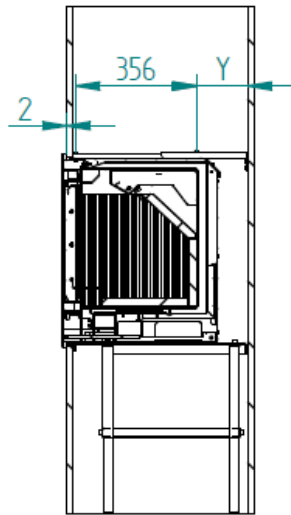

Figura 16 – Distância mínima do aro á face do pladur ou alvenaria
14. Por fim poderá colocar a porta e o aro no equipamento, o aro deverá ter uma folga relativamente ao pladur ou á alvenaria no mínimo de 2 mm, ver Figura 16.